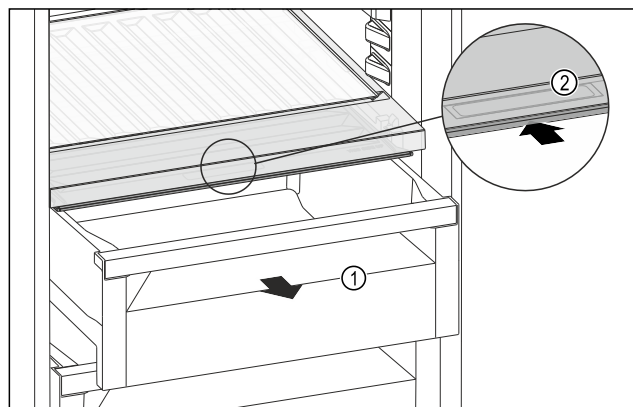

Fig. 123
- Extraer el compartimento Fig. 123 (1).
- Agarrar el tirador empotrado Fig. 123 (2) en la tapa del compartimento y tirar de la tapa del compartimento hacia atrás al mismo tiempo.